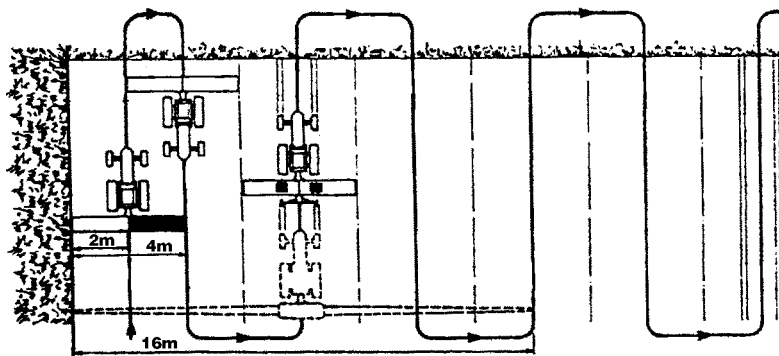

Fig. 29
b) Disinnescio della metà della larghezza di lavoro della seminatrice (fig. 29).